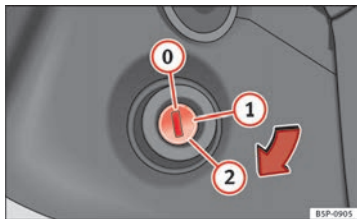

Abb. 135 Positionen des Zündschlüssels
In dieser Position ⇒ Abb. 135 sind die Zündung und der Motor ausgeschaltet und die Lenkung kann gesperrt werden.
- Drehen Sie den Zündschlüssel in die Position \Rightarrow Abb. 135 . Beim Vorglühen des Motors leuchtet die Kontrollleuchte  auf.
- Drehen Sie den Zündschlüssel in die Position ⇒ Abb. 135 0.